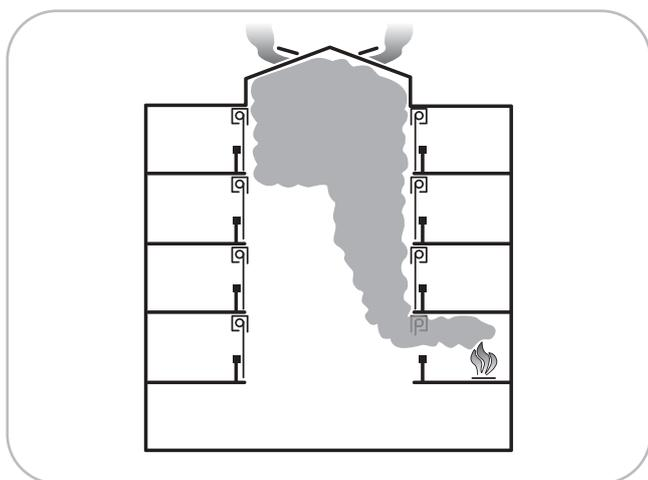

Fig. 13
- Un cantonnement total en fonction du besoin de l'architecture les locaux (Fig. 13 & 14).
Tels qu'illustrées figures 13 et 14 des unités à descente totale peuvent isoler complètement les niveaux supérieurs à celui sinistré et donc prévenir toute pénétration des fumées dans ces derniers.